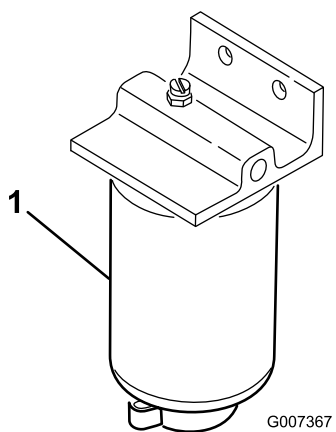

Figura 63
1. Coloque um recipiente limpo debaixo do recipiente do filtro de combustível (Figura 63).